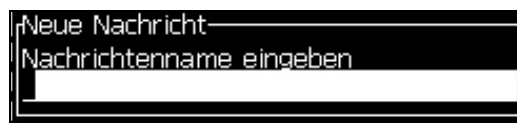

Abbildung 5-4: Das Dialogfeld *New Message (Neue Nachricht)*
- 2 Wählen Sie *New Message (Neue Nachricht)*. Das Dialogfeld *New Message (Neue Nachricht)* erscheint (siehe Abbildung 5-4).